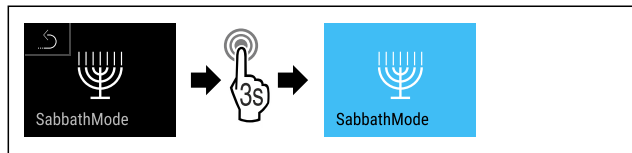

Fig. 12
- ▶ Handlungsschritte (siehe Fig. 12) durchführen.